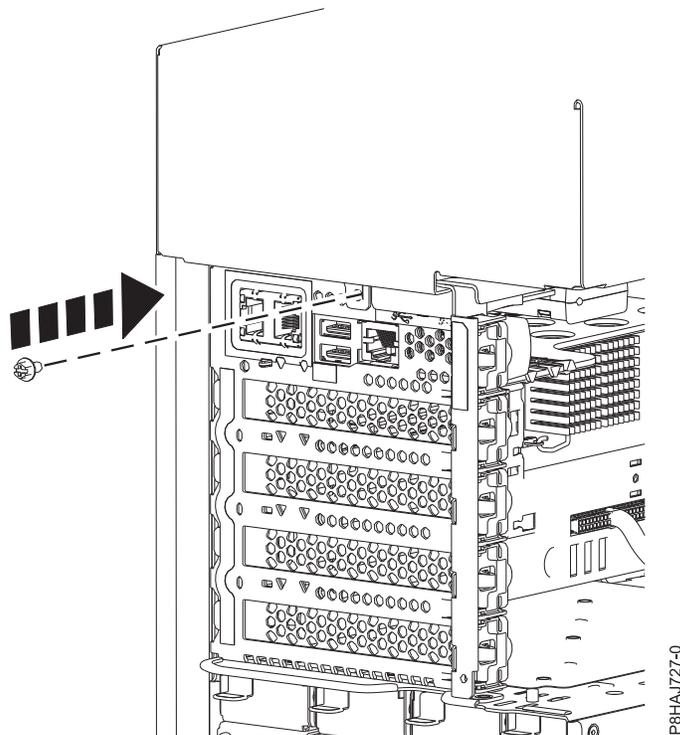

Abbildung 143. Schraube der Seitenabdeckung bei einem eigenständigen System vom Typ 8286-41A anbringen
5. Bringen Sie die hintere Schraube der Seitenabdeckung mit einem Kreuzschlitz-Schraubendreher an (siehe Abb. 143 auf Seite 173).